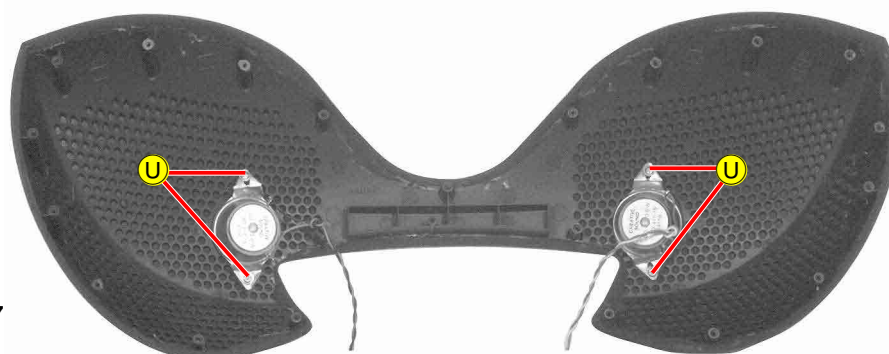

Fig. 17
- Je 2 Schrauben ⑤ (Fig. 17) herausdrehen.
- Undo 2 screws ⑤ (Fig. 17) each.